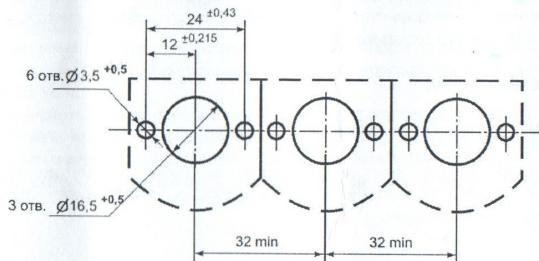

Рис.3 Рекомендуемая разметка отверстий для крепления индикатора на фасадной панели.
Блоки индикации, соответствующие каждой из трех фаз (A, B, C) рекомендуется крепить на фасадной панели установок в ряд с нанесением маркировки соответствующих фаз: «A», «B», «C». Разметка места для крепления трех блоков индикации показана на рис.3.
- Подготовить место для установки блоков индикации на фасадной панели установки. Рекомендуется устанавливать в горизонтальный ряд, для чего необходимо просверлить 3 отв. Ø16,5 мм (с минимальным расстоянием между ними 32 мм) и три соответствующие им пары отверстий Ø3,5 для крепления блоков индикации (см рис. 3).